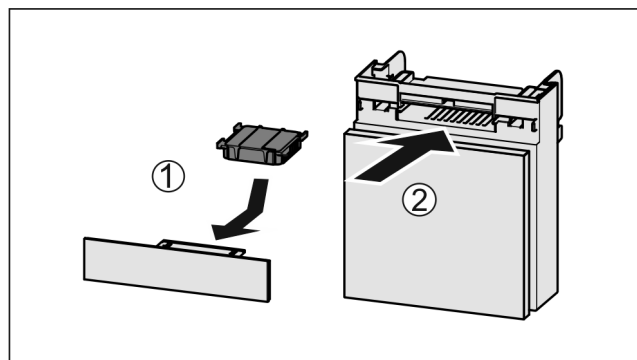

Fig. 67
- ▶ Wkładać Fig. 67 (1) filtr z węglem aktywnym zgodnie z ilustracją.
- ▶ Wsunąć komorę Fig. 67 (2).